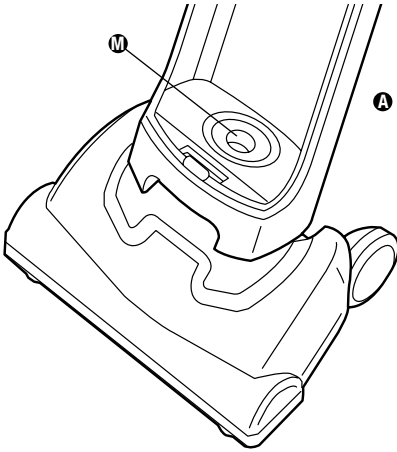

FIG. 8
Step 2: Inspect for blockages inside hole area **M** at base of body **A** opening. Use tool or coat hanger to remove blockage (Fig. 8).
2 Étape: Vérifiez la présence de tout obstacle dans l'aire **M** à l'intérieur de l'orifice à la base du corps **A**. Pour retirer les obstructions, utilisez un cintre ou autre outil (Fig. 8).